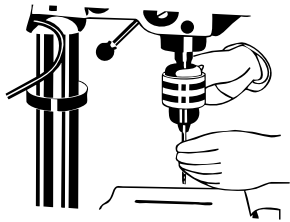

FIGURA 21
1. Insira a broca (não fornecido com o produto) nas garras do mandril, cerca de 20mm. Quando estiver utilizando pequenas brocas, não as insira tão profundamente a ponto de as garras tocarem a árvore da broca. Certifique-se de que a broca está centralizada no mandril antes de apertá-lo com o uso da chave do mandril (Figura 21).